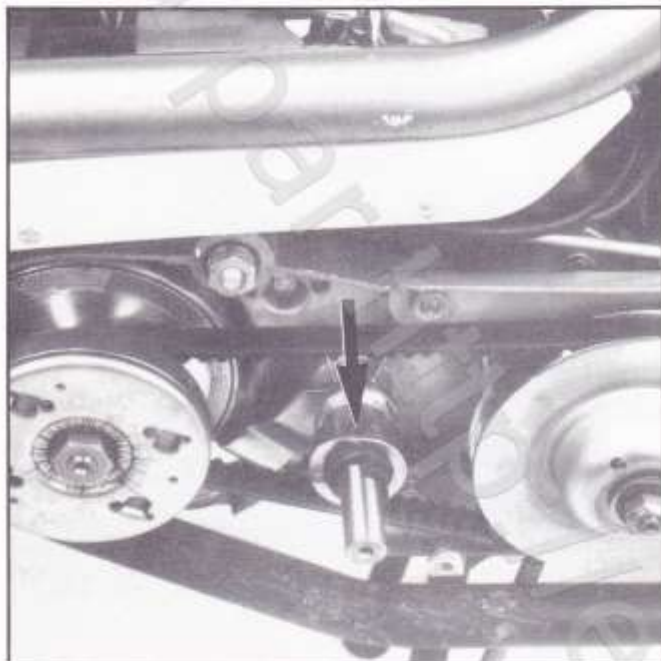

Fig. 2
- Tourner l'axe de pédalier pour que l'extrémité de la goupille élastique apparaisse dans le trou (fig. 2).